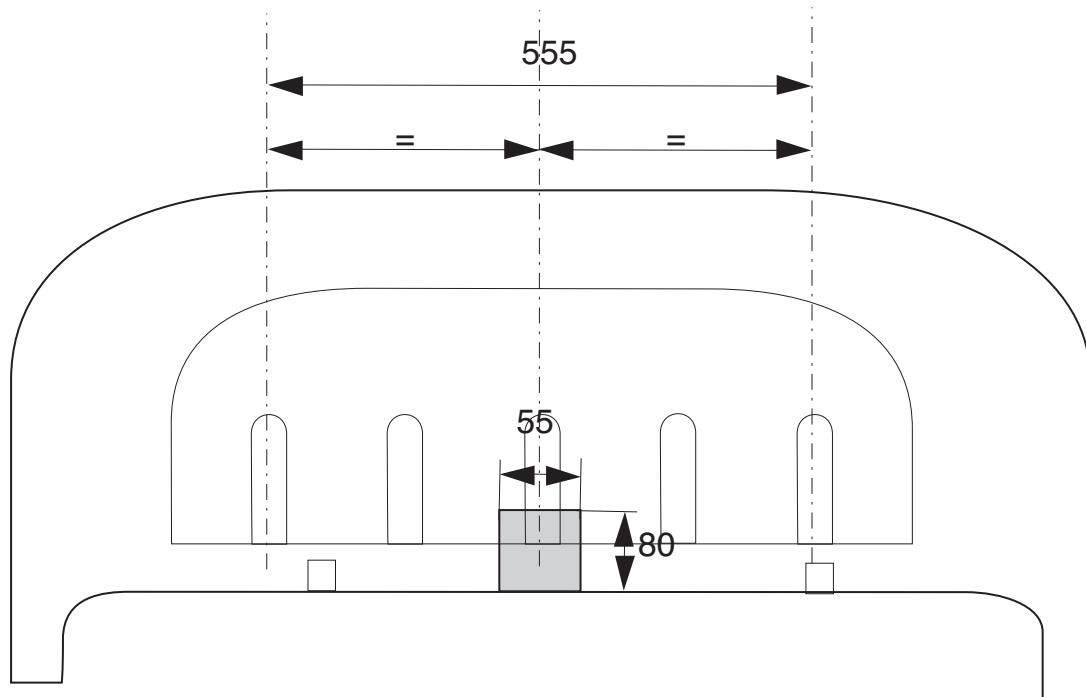

Fig. 1
**1. Pour le type 2004->:** Scier au milieu de la face inférieure du pare-chocs et du spoiler un morceau de 55 mm de large et 80 mm de profondeur. (fig.1)
1. **För typen 2004-> gäller:** Såga ut en del på 55 mm bred och 80 mm djup ur mitten av stötfångarens och spoilern undersida. (fig.1) På höger sida demonteras dragöglans skruvar på chassis insida (tre skruvar). Dragöglan demonteras inte. De demonterade skruvorna sätts inte tillbaka.
1. **For typen 2004-> gælder:** Sav midt på kofangerens og spoilen underseite en del på 55 mm bredde og 80 mm dybde ud. (fig.1)
1. **Válido para el tipo 2004->:** Serrar y sacar del centro del lado inferior del parachoques y del espóiler una parte de 55 mm de ancho y 80 mm de profundidad. (fig.1)
1. **Per la versione 2004-> vale:** Segare via dalla parte centrale inferiore del paraurti e dallo spoiler un pezzo largo 55 mm e profondo 80 mm. (fig.1)
1. **Dla typu 2004-> obowiązuje:** Wypilować w środkowej części od spodu zderzaka i spojlera odcinek szerokości 55 mm i 80 mm w głęb. (fig.1)